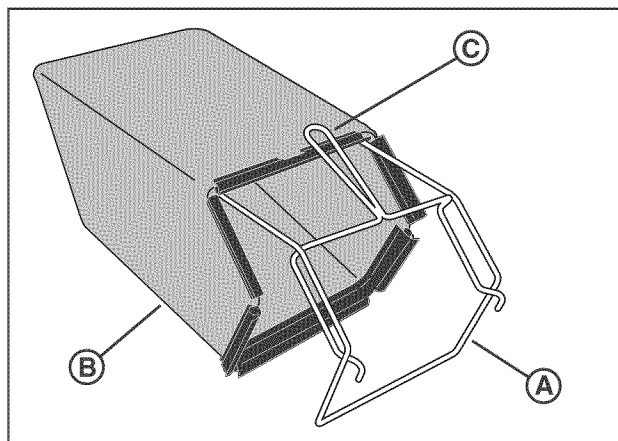

Figure 6: Pose du cadre
1. Glisser le cadre (A, Figure 6) dans le sac à herbe (B). S'assurer que la poignée (C) soit à l'extérieur du sac à herbe.